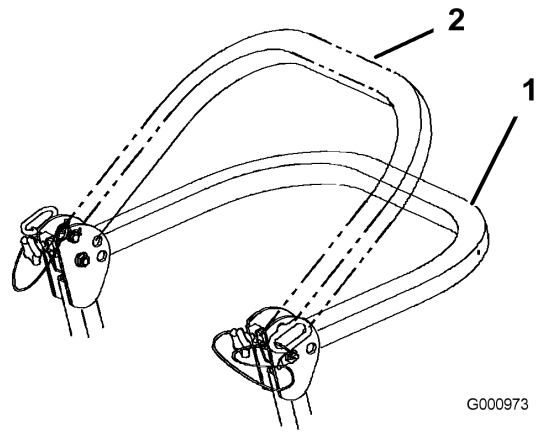

Figura 7
3. Coloque la barra antivuelco en la posición de bajada. Hay dos posiciones de bajada. Vea las posiciones en Figura 7.